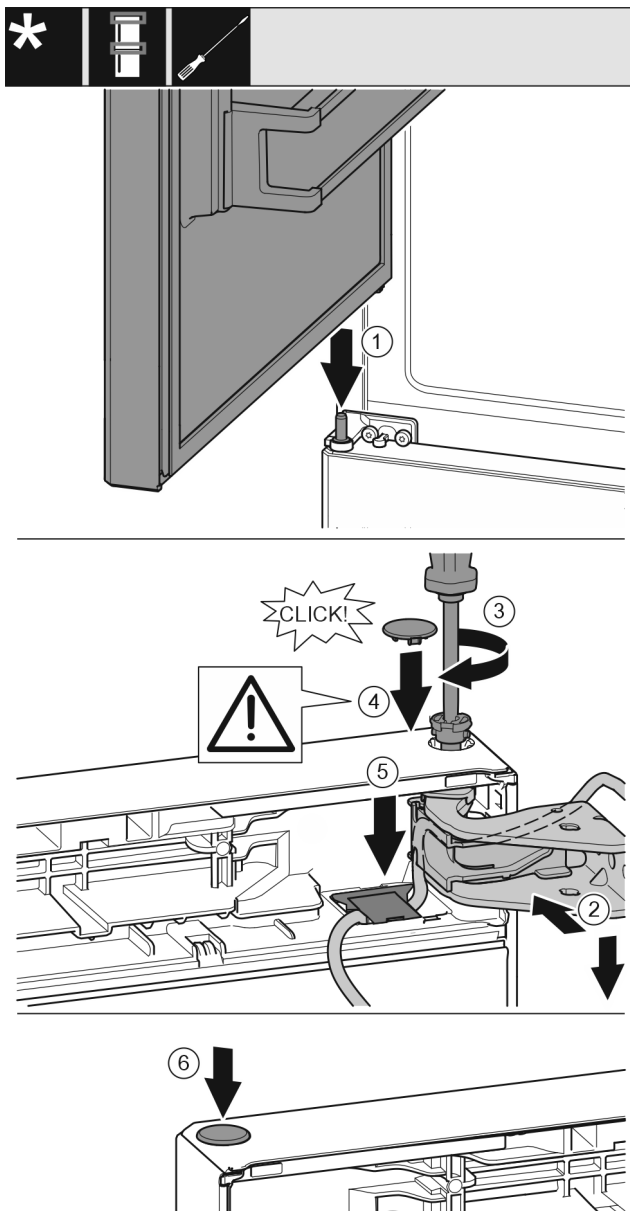

Fig. 30
- ▶ Așezarea ușii superioare pe bolțul central de lagăr Fig. 30 (1)
- ▶ Aliniați ușa sus spre deschizătură în suportul de lagăr. Fig. 30 (2)
- ▶ Introduceți bolțul și înșurubați-l ferm cu șurubelnița T15. Fig. 30 (3)
- ▶ Montarea capacului de siguranță pentru siguranța ușii: Introduceți capacul de siguranță și controlați dacă este așezat pe ușă. În caz contrar, introduceți complet bolțul. Fig. 30 (4)
- ▶ Introduceți apărătoarea și apăsați în jos până când se fixează în poziție. Fig. 30 (5)
- ▶ Introduceți dopul. Fig. 30 (6)